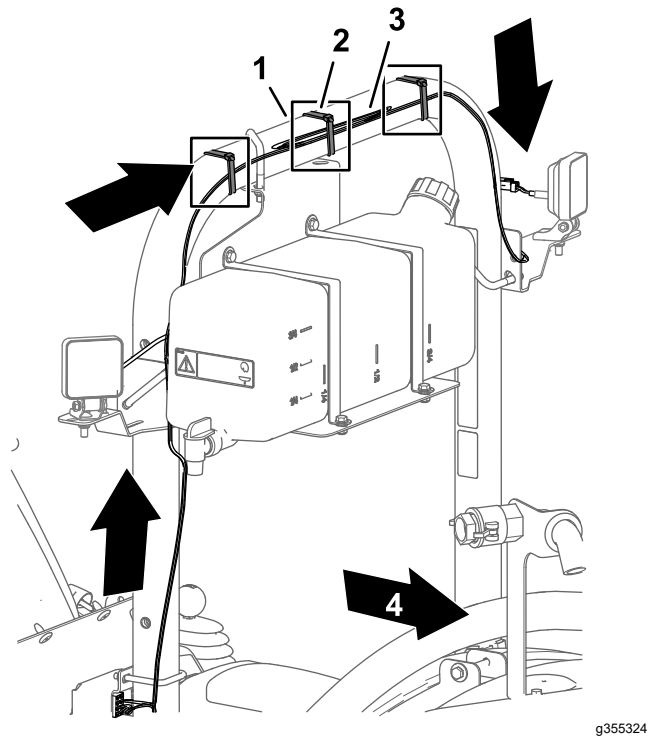
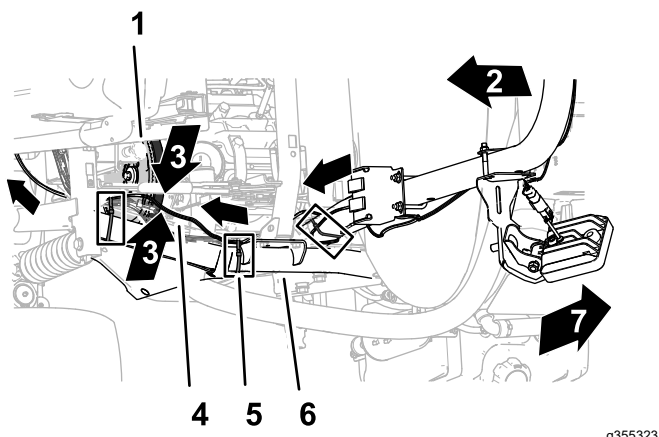
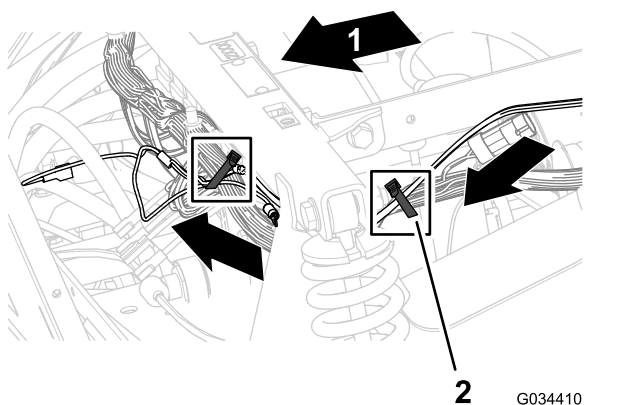

Figure 10
Figure 11
Figure 12
1. Au niveau des interrupteurs, acheminez la branche du faisceau de câblage munie du connecteur à 2 douilles vers le haut et en travers du tube horizontal du système ROPS, comme montré à la Figure 10.
Remarque: Rassemblez l'excédent de faisceau au centre de l'arceau de sécurité et fixez-le avec un attache-câble, comme montré à la Figure 10.
borne à douille et de la cosse en anneau vers le bas et l'avant, comme montré à la Figure 11 et la Figure 12.
montré à la Figure 10, la Figure 11 et la Figure 12.
Remarque: Rassemblez l'excédent de faisceau sur le tube supérieur avant du cadre et fixez-le avec un attache-câble, comme montré à la Figure 11.